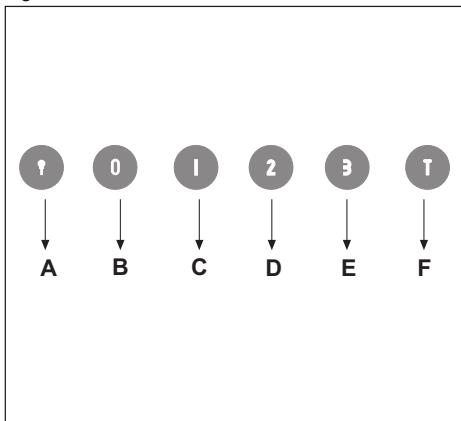

Fig.9
• **COMMANDES:** (Fig.9) **Lumineux** - le symbole sont le suivant: